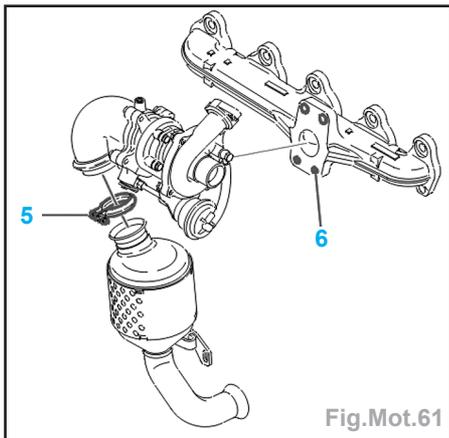

Fig.Mot.61
- le collier supérieur de catalyseur (5) (Fig.Mot.61),
- les 4 écrous (6) de fixation du turbocompresseur sur le collecteur (Fig. Mot.61).